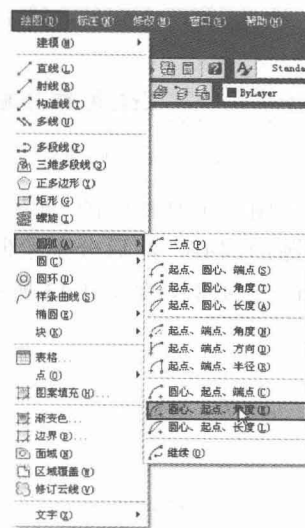

图1-16 开启圆弧命令
(1) 执行“绘图 / 圆弧 / 圆心、起点、角度”菜单命令，如图 1-16 所示。